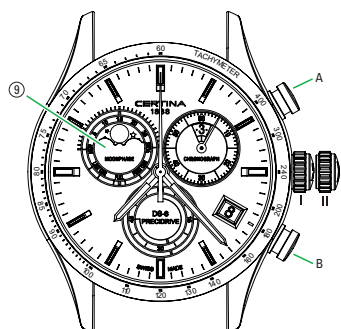

Рис. 5
Вытяните заводную головку в положение III, нажмите кнопку (A), чтобы стрелка указателя начала вращаться по часовой стрелке, или нажмите кнопку (B), чтобы стрелка указателя начала вращаться против часовой стрелки. Если удерживать нажатой одну из кнопок, стрелка указателя начнет вращаться быстрее (Рис. 5).